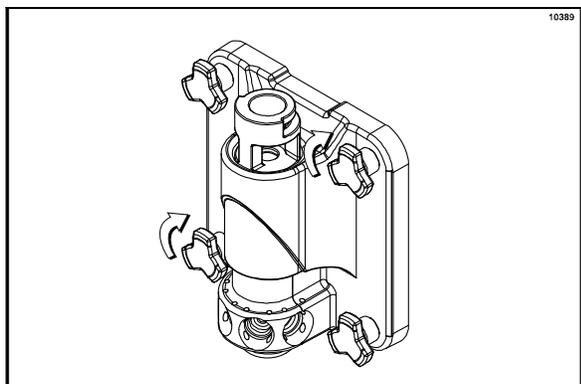

図122
12. シリンダー前部の4つのスタッドにフリーザードアをはめこみ、シェイクフリーザードアを取り付けます。ドローバルブの上部をブラケットのバルブに合わせます。ハンドスクリュー(ドアの底部にある短いハンドスクリュー)を取り付け、対角線上に交互に締め、ドアを固定します。スクリューを強く締めすぎないようにしてください。(図122を参照)。